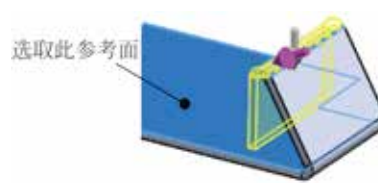

图 5.17 与面垂直
- **与面垂直(N)** 复选项：用于创建与所选参考面垂直的钣金壁，如图 5.17 所示。